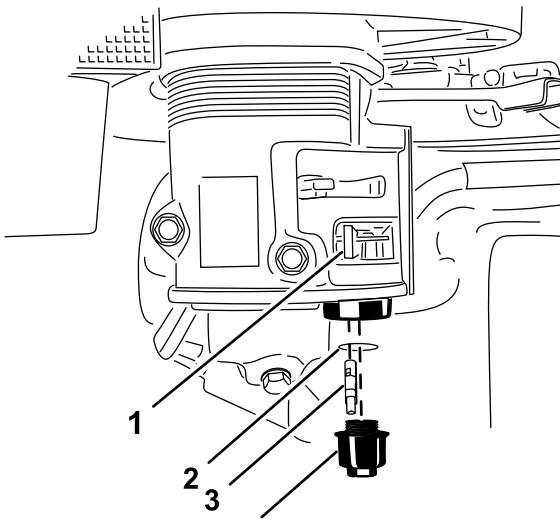

Рисунок 34
- Переведите рычаг топливного клапана в положение «Выкл.» – до упора влево (Рисунок 34).
- Отверните отстойник (Рисунок 34).
- Снимите топливный фильтр и уплотнительное кольцо (Рисунок 34).
8. Установите топливный фильтр в нижнюю часть карбюратора (Рисунок 34).